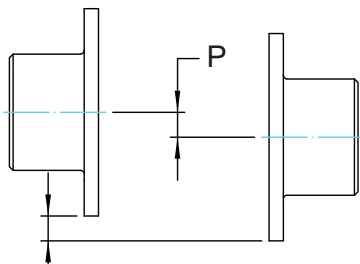

Abbildung 6 – Parallelversatz.
- 8.4. Der "Parallelversatz"-Wert (P) ist der Versatz zwischen den Mittelpunkten der Naben, wie in Abbildung 6 gezeigt.